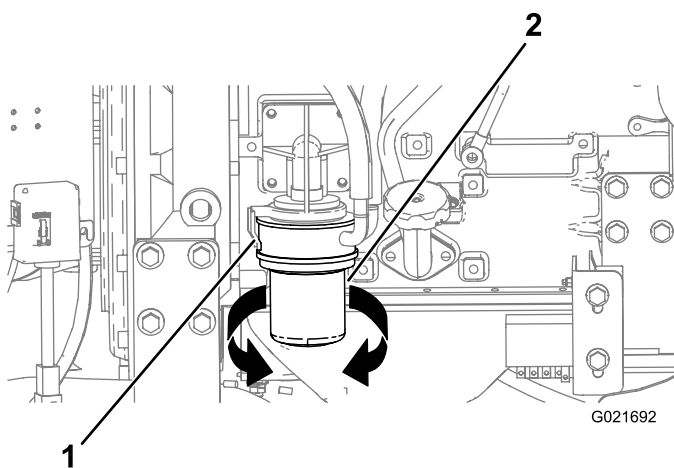

Bild 86
3. Stellen Sie eine Auffangwanne oder legen Sie mehrere Lappen unter den Ölfilter und den Ölfilteradapter (Bild 86).
4. Drehen Sie den Ölfilter nach links und nehmen Sie ihn ab (Bild 86).
8. Richten Sie den Ölfilter auf den Ölfilteradapter aus und drehen Sie den Filter nach rechts, bis die Dichtung des Ölfilters den Ölfilteradapter berührt (Bild 86).
9. Ziehen Sie den Ölfilter mit der Hand um eine weitere halbe Umdrehung an (Bild 86).